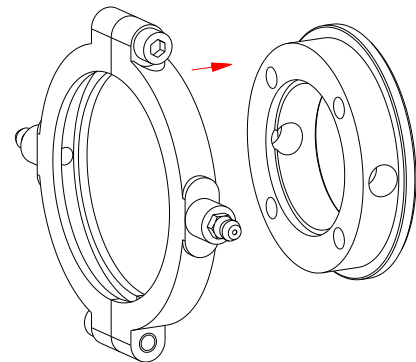

Bild 12: Montage des Schleifringes
- Schieben Sie den Schleifring (Bauteil 5) auf den Zusatzring (Bauteil 4) (siehe Bild 12).